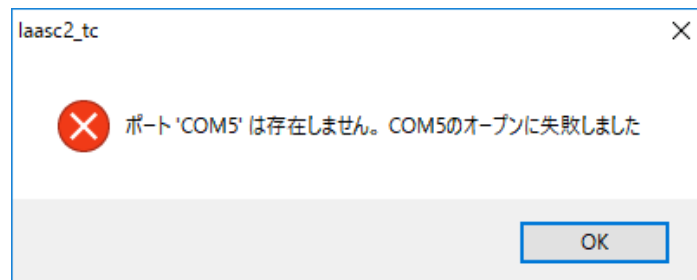

図 3-3 ポート初期化失敗(例:COM5 設定時)
(1) 「ポート 'COM\*' は存在しません。COM\*のオープンに失敗しました」と表示された場合 (図 3-3)